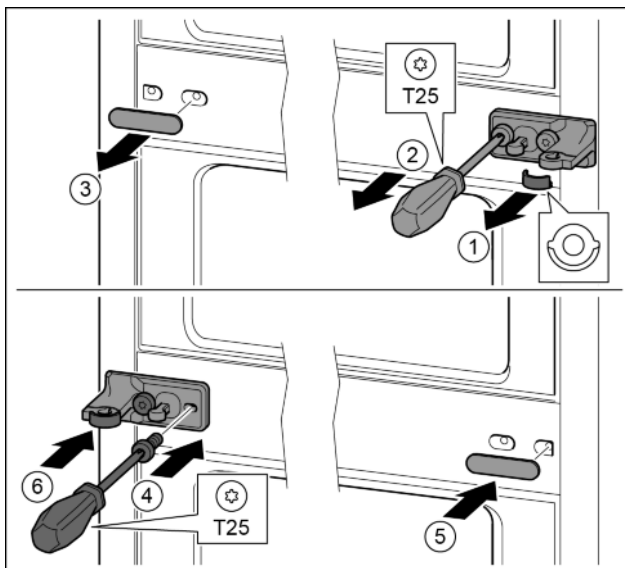

Fig. 15
- ▶ Enlever la rondelle. Fig. 15 (1)
- ▶ Desserrer les vis avec le tournevis T25. Fig. 15 (2)
- ▶ Enlever délicatement le cache. Fig. 15 (3)
- ▶ Visser fermement le support de palier avec film tourné de 180° de l'autre côté. Fig. 15 (4)
- ▶ Poser le cache tourné de 180° de l'autre côté. Fig. 15 (5)
- ▶ Enfiler la rondelle par devant. Fig. 15 (6)